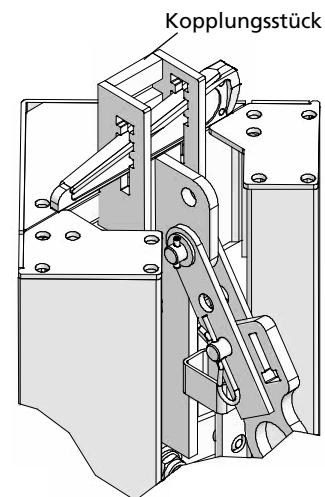

Abb. 31.6 C - Betonierzustand
1. Der an der Ausschalecke integrierte Keil wird zur Fixierung am Kopplungsstück der Ecke eingesteckt (Abb. 31.6 C).
8. Der unverlierbare Keil wird wieder eingesteckt (Abb. 31.6 C).